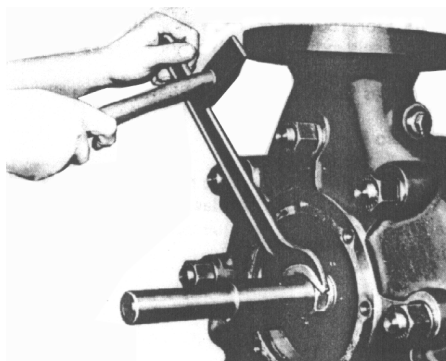

Fig. 9
- Trabar la otra extremidad del eje usando la chaveta y un dispositivo para trabar el Eje. Aflojar el Buje Protector del eje y extraerlo conjuntamente con el Anillo O'ring. (Ver fig. 9)